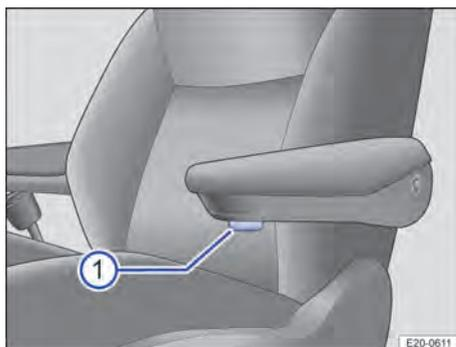

Fig. 63 Sob o descanso-braço: comando.
1. Pressionar o botão → Fig. 63 ① sob o descanso-braço.
2. Manter pressionado o botão ① e mover o descanso-braço para a posição quase horizontal ou totalmente rebatida para cima → ⚠.
3. Soltar o botão ①.